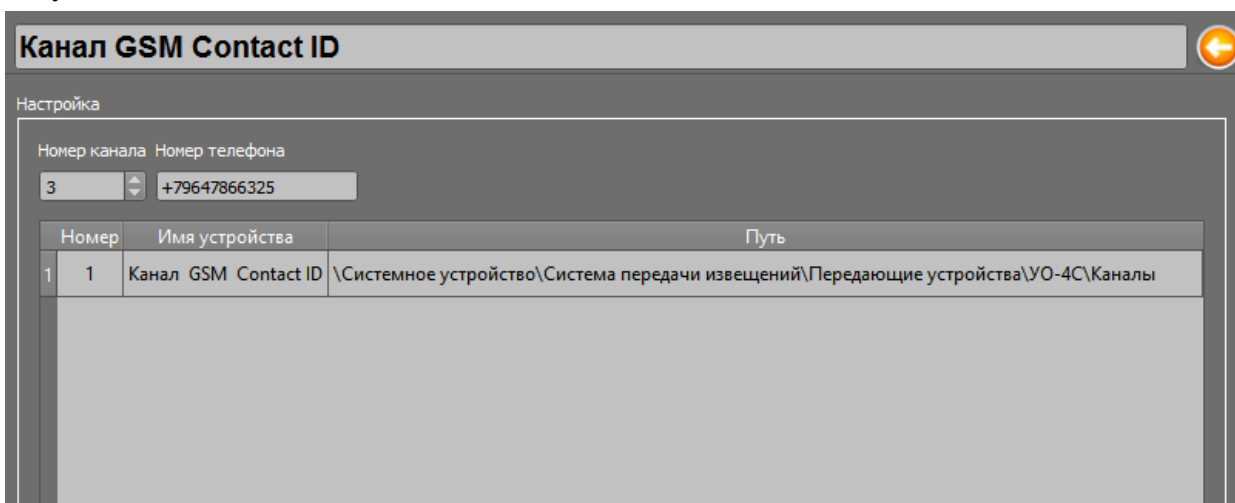

Рисунок 62 Свойства канала УОП-3 GSM для работы с УО-4С по GSM Contact ID
- Двойным нажатием на свободное место таблицы привязки вызовите окно мастера привязки каналов ПОО к каналам УОПа. В списке свободных элементов системы найдите созданный канал ПОО УО-4С и перетащите его в список выбранных элементов, нажмите «ОК». После завершения работы мастера привязки в таблице будет показан привязанный канал и полный путь до ПОО УО-4С (Рисунок 62). Примените изменения, нажав на кнопку «Применить».